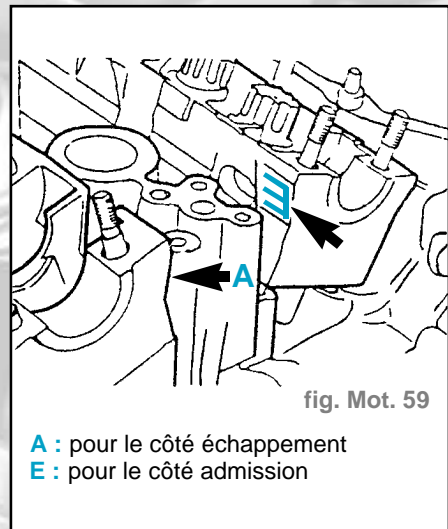

fig. Mot. 59
- Les paliers d'arbre à cames sont repérés par (fig. Mot. 59).